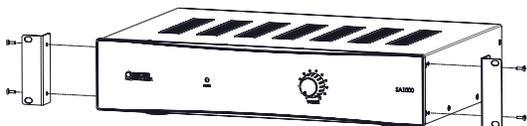

图 4
- 如果情况允许或安装条件要求，请使用随附的螺丝将机架式支架固定到功放正面两侧。请参阅图 4